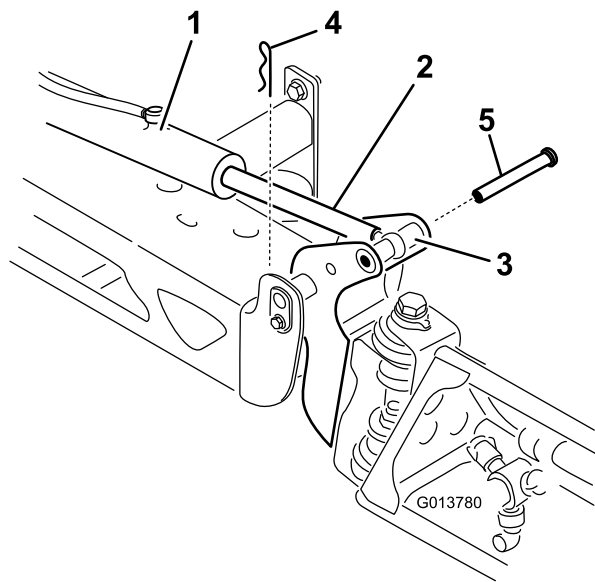

図 63
2. ピボットピンからコッターピンを抜き取る図 63。
3. ブームを持ち上げてピン図 63を外し、ブームをゆっくりと床面に降ろす。
7. ブームを支えながら、ブームのピボットとアクチュエータロッドにピンを通す図 63。